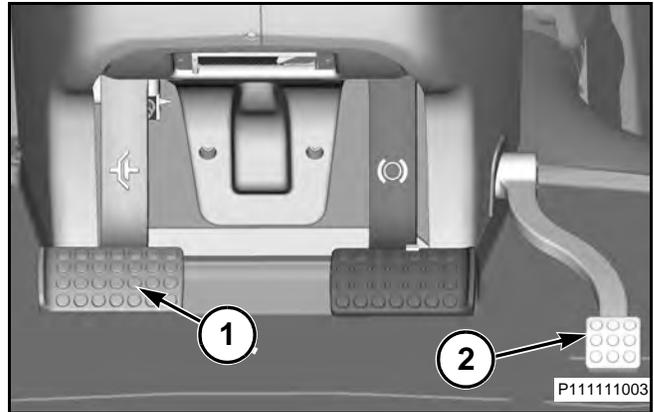

FIG. 30
FIG. 30: Cuando se pisa el pedal de freno de servicio (1) se aplica una fuerza de frenado idéntica a ambos ejes de transmisión. Si aumenta el esfuerzo del pedal, aumenta la fuerza de frenado.